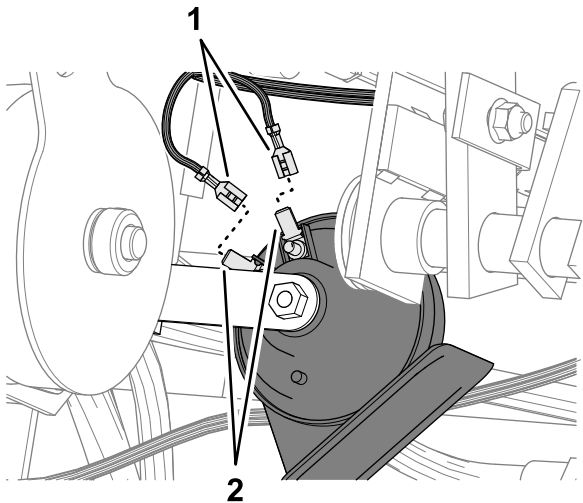

**Figura 15**
1. Encaminhe a cablagem do kit para trás, ao longo do cabo de controle da tração (Figura 15).